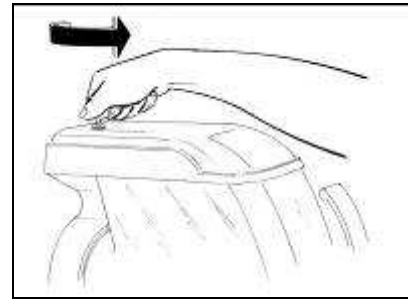
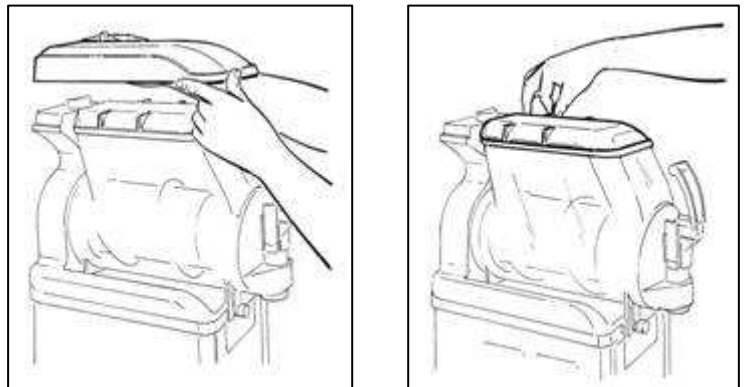

Abb. 10
Abb. 11
- Nachdem der Anschlag mithilfe des zugehörigen Schlüssels (Abb. 10) entfernt wurde, zunächst den Sicherheitsdeckel und dann den darunter liegenden Deckel abnehmen, wie in Abb. 11 dargestellt.